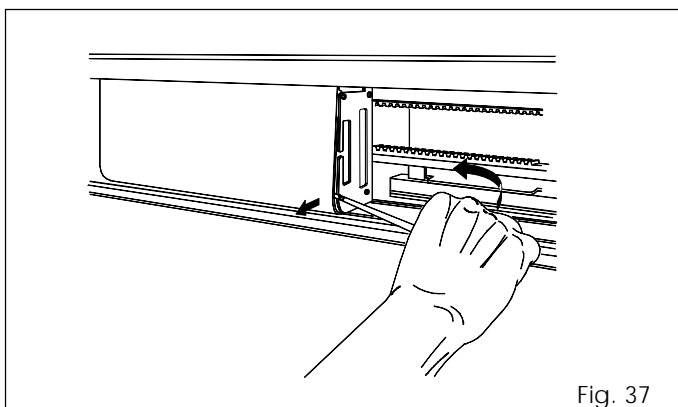

Fig. 37
- Para extraer la tapa de protección de la unidad de control SDM, haga palanca delicadamente con un destornillador, como se indica en la fig. 37.